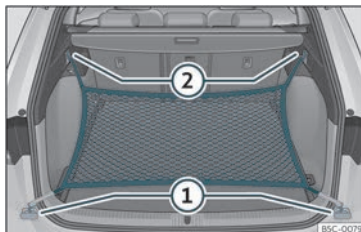

Fig. 126 Nel bagagliaio: occhielli (1) e ganci (2) per il fissaggio della borsa rete.
- Fissare i ganci corti della rete agli occhielli di ancoraggio »» **fig. 126** (1) »» Δ . La cerniera della tasca dev'essere rivolta verso l'alto.
- Fissare le cinghie nei ganci per appendere borse (2)